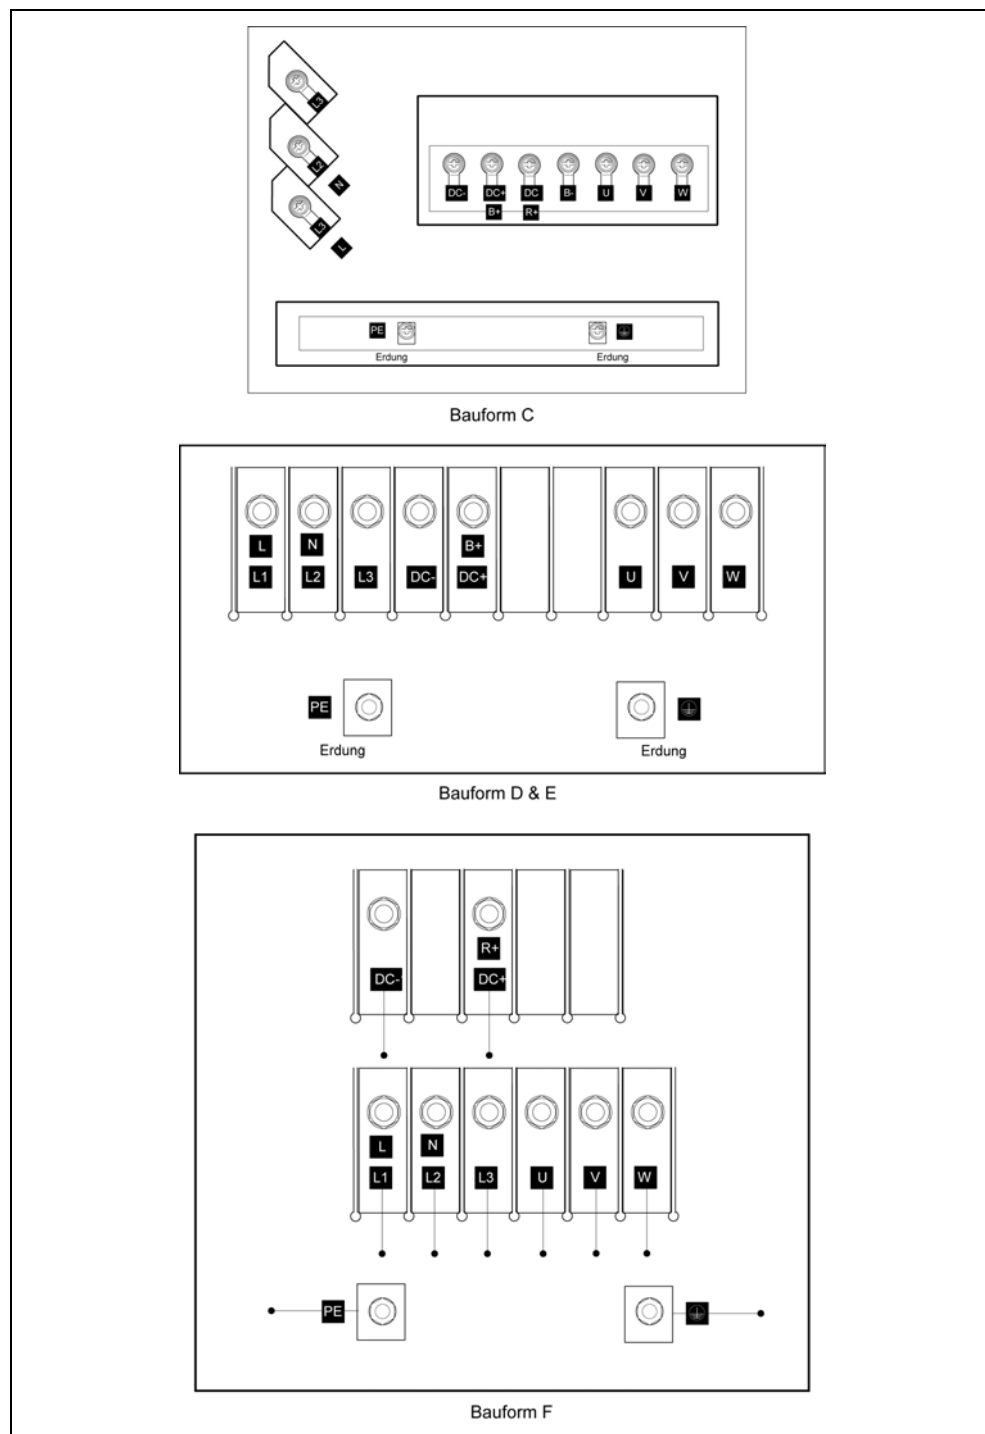
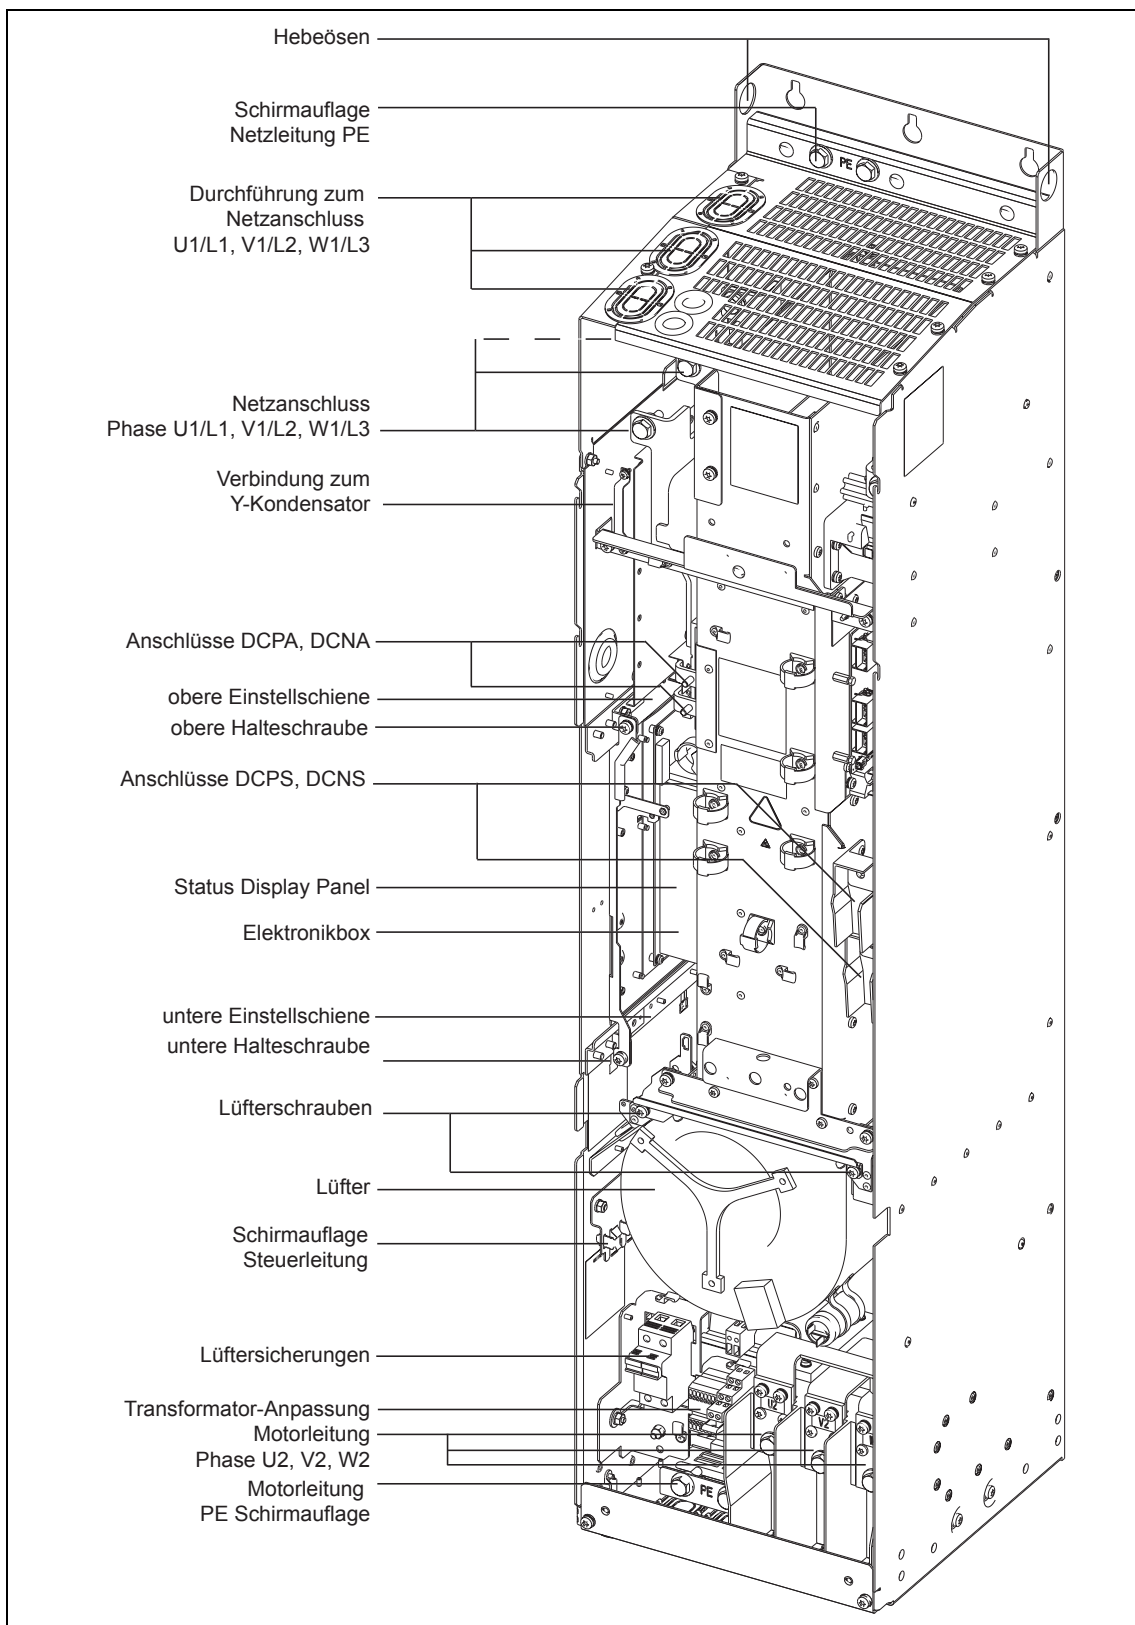
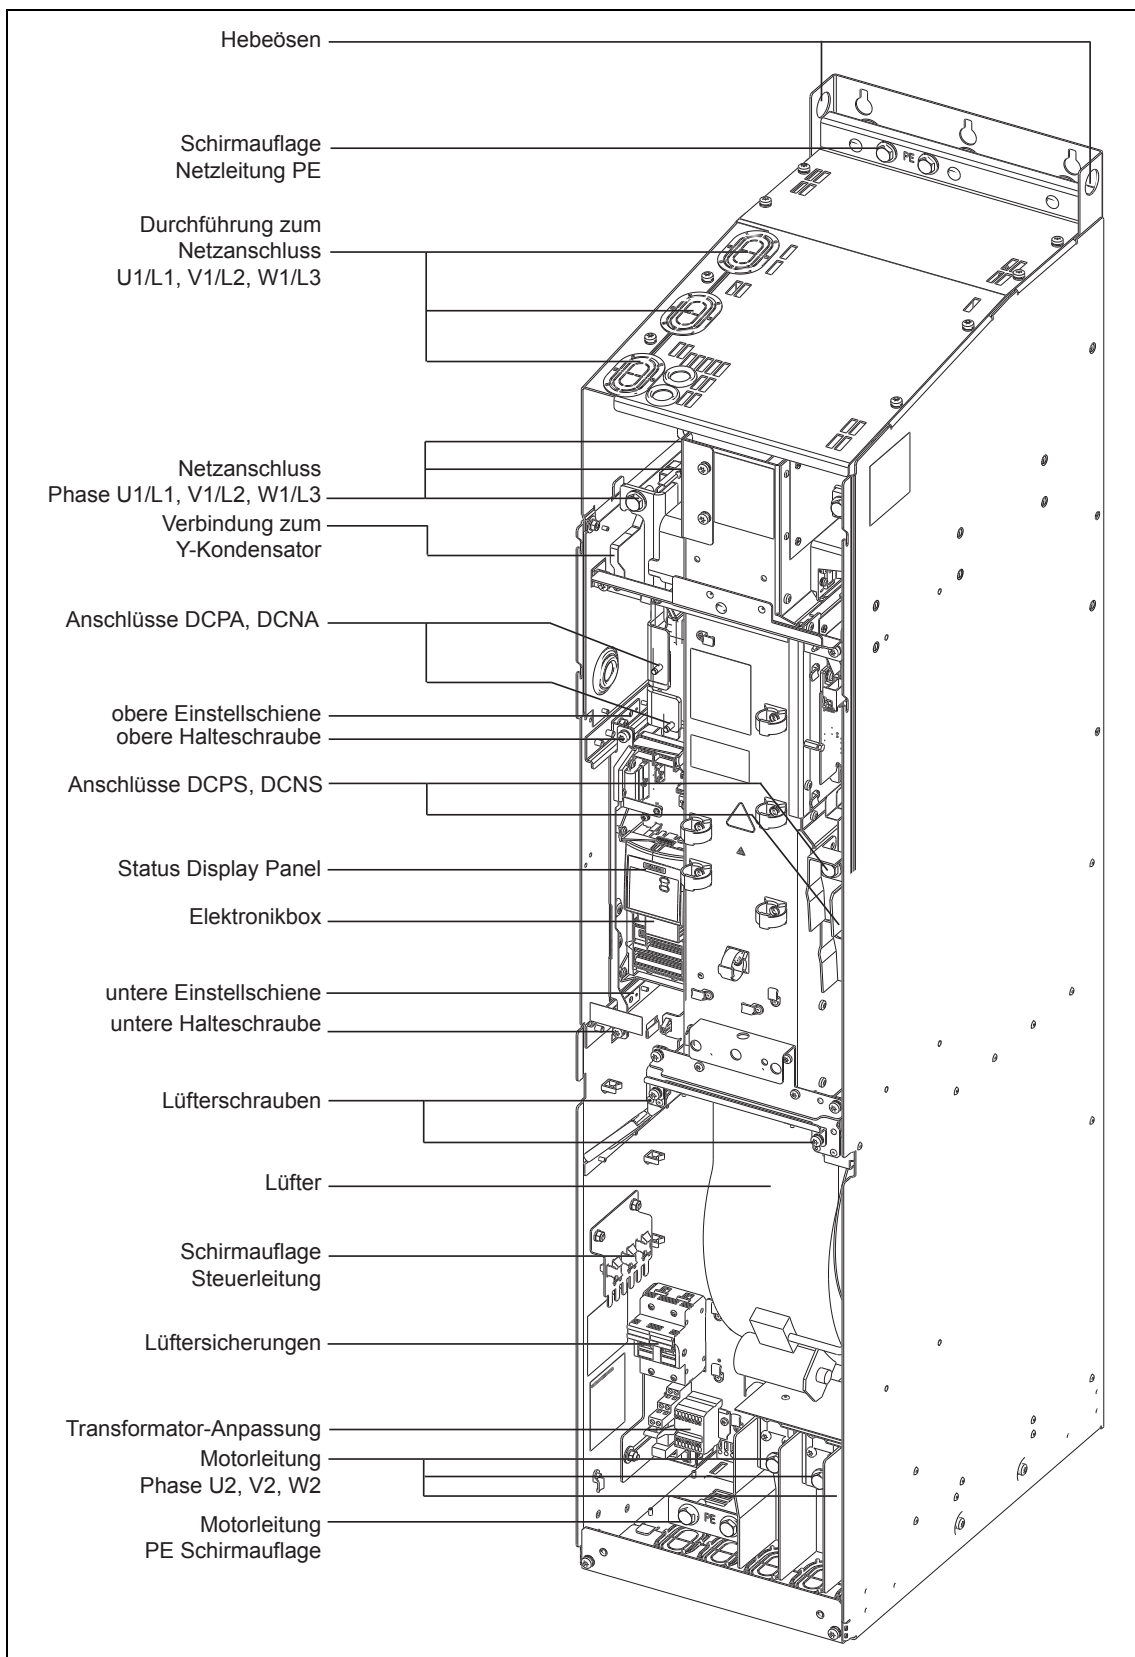

Bild 2-8 MICROMASTER 430-Anschlussklemmen (Bauform C bis F)
Bild 2-9 MICROMASTER 430-Anschlussübersicht Bauform FX
Bild 2-10 MICROMASTER 430-Anschlussübersicht Bauform GX
1. Befestigen Sie die Seile des Hebekranes an den 2 Hebeösen des Umrichters (siehe Bild 2-9 für FX, und Bild 2-10 für GX).
Durch Abnehmen der Frontabdeckungen erhalten Sie Zugang zu den Netz- und Motorklemmen (siehe Bild 2-8 bis Bild 2-10). Siehe auch Anhang B.
Legen Sie die Leitungsschirme an den in der Anschlussübersicht (siehe Bild 2-9 und Bild 2-10) gekennzeichneten Schirmauflagen großflächig auf. Verdrillen Sie dazu die Abschirmungen der Motorleitungen und schrauben Sie diese gemeinsam an die Schirmauflage für die Motorleitung.